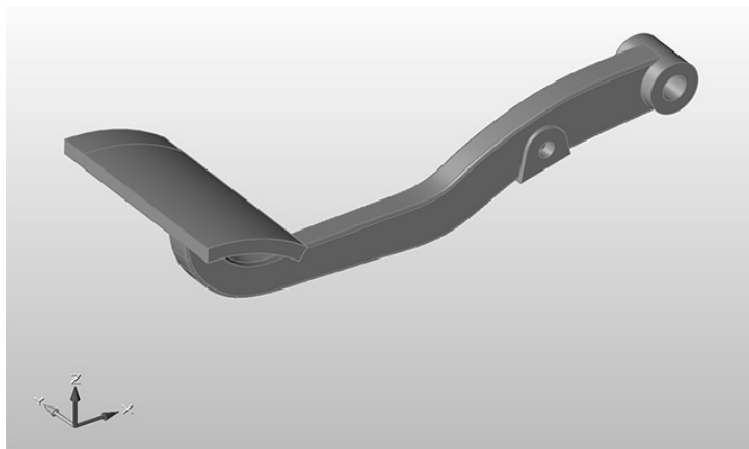

图 6-10
4) 单击模型浏览器中初始零件左侧的小立方体, 即可在模型视窗中重新显示该零件, 然后单击鼠标左键取消选中所有对象, 如图 6-10 所示。